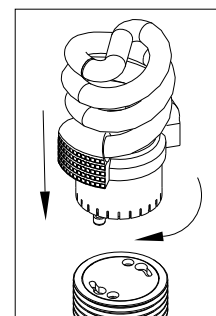

Figure 4
9. **Pour l'installation de la lampe à ballast intégré (9), insérer les broches dans la douille (6) et tourner en sens horaire jusqu'à ce que bien en place. Voir la fig. 4.**
9. **To install Integrated Lamp/Ballast (9)** insert pins into Socket (6) and rotate clockwise until secure. **See Fig. 4.**
9. **Para Instalar la Lámpara/Balastro Integrada (9)** inserte las clavijas en el enchufe (6) y gire hacia su derecha hasta que quede segura. **Vea Fig. 4.**